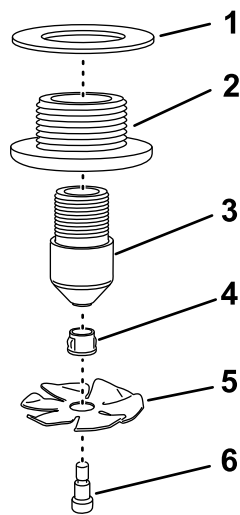

Bild 20
1. Setzen Sie ein Spülflügelrad und eine Büchse auf die Ansatzschraube (Bild 20).
2. Befestigen Sie das Spülflügelrad, die Büchse und die Ansatzschraube an der Spüldüse (Bild 20).
4. Setzen Sie die Spüldüse in das Schottanschlussstück und ziehen es mit der Hand an (Bild 20).
5. Setzen Sie die Dichtung auf das Schottanschlussstück (Bild 20).